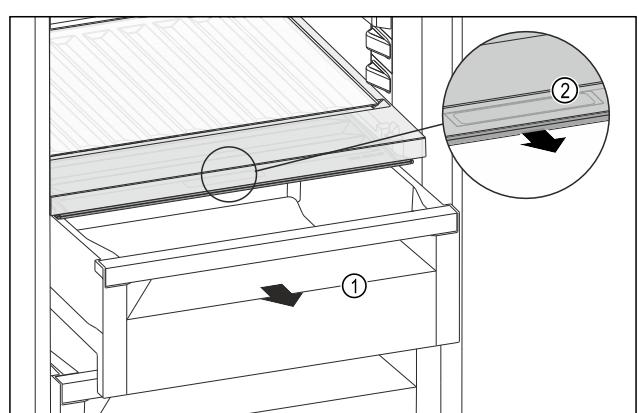

Fig. 123
- ▶ 拉出抽屉 Fig. 123 (1)。
- ▶ 抓住抽屉盖上的内嵌式拉手 Fig. 123 (2)，并同时向前拉出抽屉盖。